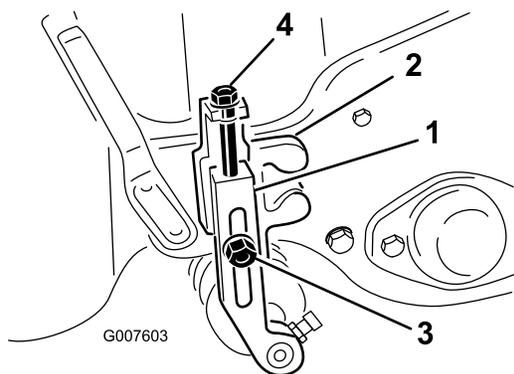

Рисунок 47
2. Ослабьте контргайки, которые крепят рычаги высоты скашивания к кронштейнам высоты скашивания (Рисунок 47).